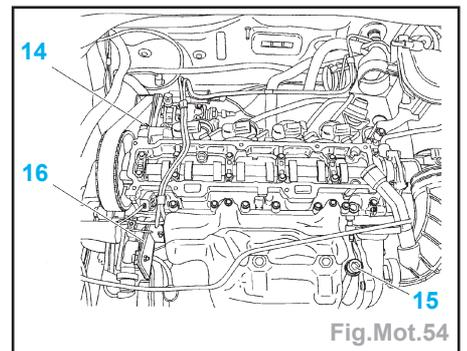

Fig.Mot.54
- le système d'injection intégré inférieur (12),
- Déposer (Fig.Mot.54) :
- le support d'électrovanne (16),
- la vis (14) (derrière le support de pompe haute pression carburant),